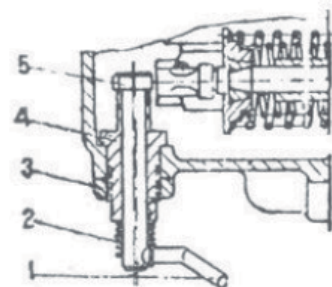

Fig. 13
2. Girar el casquillo excéntrico a través de un ángulo para hacer el ajuste. Girar en sentido horario si la descompresión es muy baja, girar en el sentido contrario a las agujas del reloj si la descompresión es muy alta. (Fig.13).